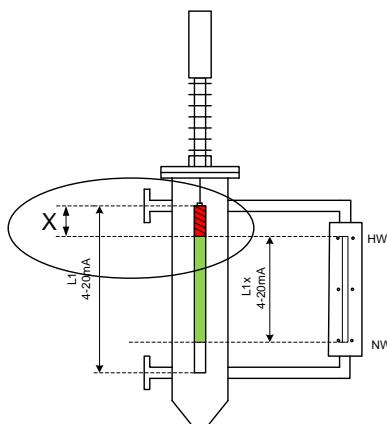

Bild 3, Figure 3, figure 3
Eine Anpassung des Messbereiches L1 z.B. an ein Schauglass L1x wie in Bild 3 gezeigt ist prinzipiell machbar, sollte aber nach Möglichkeit vermieden werden.
1. Den Flüssigkeitsstand auf 0% Niveau bringen z.B. NW Marke Schauglass in Bild 3
3. Den Flüssigkeitsstand auf 100% Niveau bringen z.B. HW Marke Schauglass in Bild 3
Adaptation of the effective range L1, e.g., in a sight glass L1x as shown in fig.3 is feasible, but should be avoided if possible.
1. Set the liquid level to 0%, e.g., NW mark sight glass (see fig. 3)
3. Set the liquid level up to 100%, e.g., to the HW mark sight glass(see fig. 3)
Un ajustement de la plage de mesure L1, par exemple dans un indicateur de niveau L1x comme montré dans la figure 3, est en principe possible, mais doit être évité autant que possible.
1. Ajuster le niveau de liquide à 0%, par exemple au niveau de la marque NW de l'indicateur de niveau de la figure 3
3. Ajuster le niveau de liquide à 100%, par exemple au niveau de la marque HW de l'indicateur de niveau de la figure 3